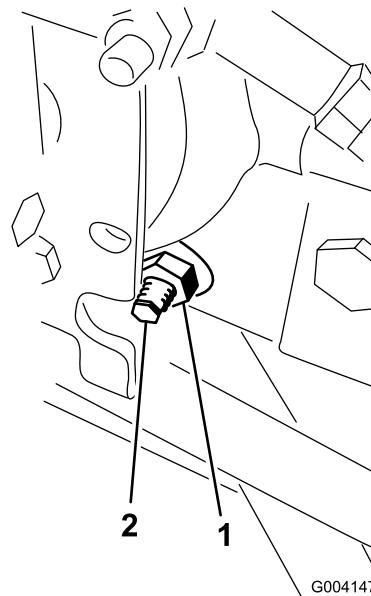

Figura 76
3. Dal lato destro dell'idrostato, allentate il dado di bloccaggio sulla camma di regolazione della trazione (Figura 76).